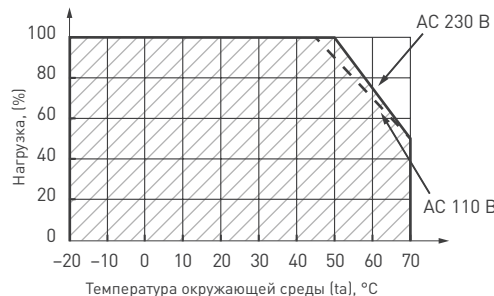
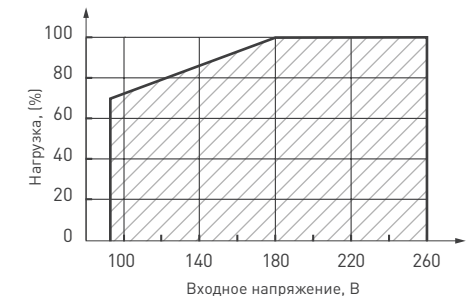

Рис. 9. Нагрузочная способность источника питания в зависимости от температуры
Рис. 10. Нагрузочная способность источника питания в зависимости от входного напряжения
- 4.3. Не нагружайте источник питания более чем на 80% от его максимальной мощности. Учитывайте, что с повышением температуры окружающей среды (см. рис. 9) и при понижении входного напряжения (см. рис. 10) максимальная мощность источника питания снижается.